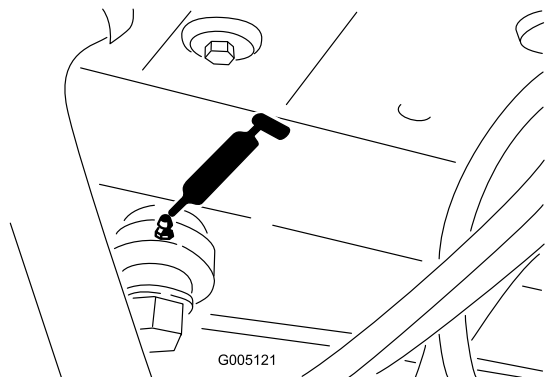

Figura 43
- Extremidade do cilindro da direcção (Figura 43)